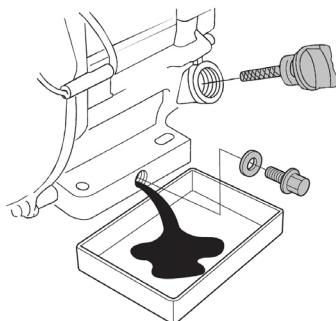

Рис. 16 Замена масла в двигателе
(1) Техническое обслуживание должно осуществляться более часто, при работе в пыльных условиях.
(2) Данный вид работ необходимо выполнять в авторизованном сервисном центре.
4. Очистите от загрязнений крышку-щуп и зону вокруг маслозаливной горловины. Извлеките крышку-щуп из маслозаливной горловины (Рис. 16) и проприте щуп чистой ветошью.
5. Открутите пробку для слива масла и слейте отработанное масло в подготовленную для этого емкость (Рис. 16).